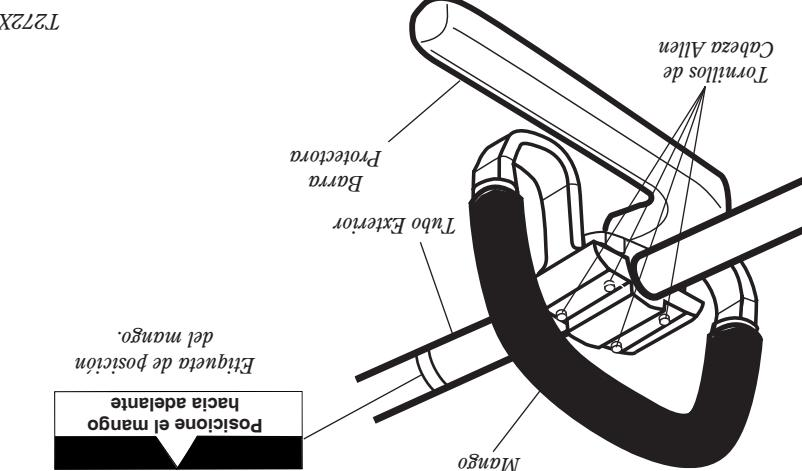

Figura 5
1. Afloje los tornillos de cabecera alineados en el mango. Consulte la figura 5.
El mango es una pieza ajustable al tubo exterior en la T272X. El mango se ajusta al tubo exterior de acuerdo a la posición deseada del mango. Consulte la figura 5.